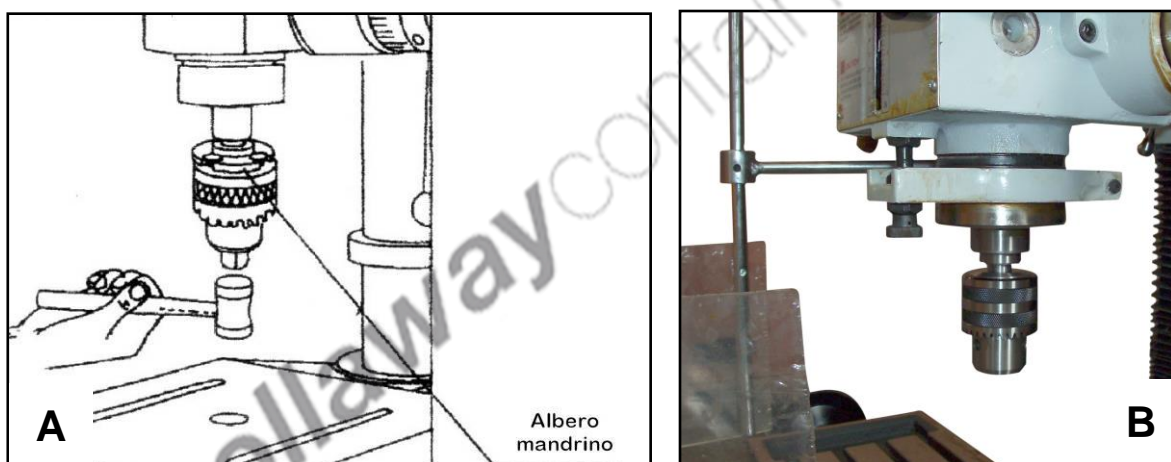

Figura 15 - Mandrino (A: battere col martello - B: vista d'insieme).
3. Inserire l'albero del mandrino all'interno del foro del cono mandrino, dopodiché battere la punta del mandrino con un martello di gomma o legno (come mostrato in Figura 15).